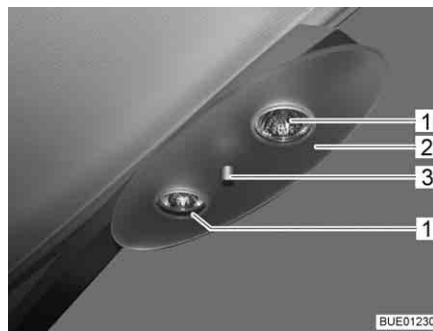

Bild 233 Halogendeckenleuchte
- Haltemutter (Bild 233,3) abschrauben und Deckplatte (Bild 233,2) abnehmen.
- Halogenglühlampe (Bild 233,1) entfernen.